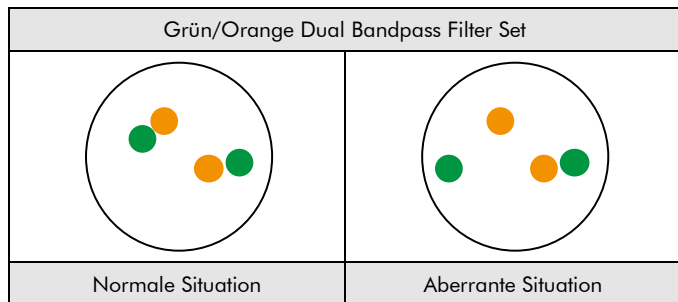

Abb. 2: Zu erwartende Ergebnisse in normalen und aberranten Zellkernen
**Normale Situation:** In Interphasen von normalen Zellen oder Zellen ohne eine Translokation der JAZF1-Genregion erscheinen zwei grün/orange Fusionssignale (siehe Abb. 2).
**Aberrante Situation:** Eine von einer Translokation betroffene JAZF1-Genregion wird durch ein separates grünes Signal und ein separates oranges Signal gekennzeichnet (siehe Abb. 2).